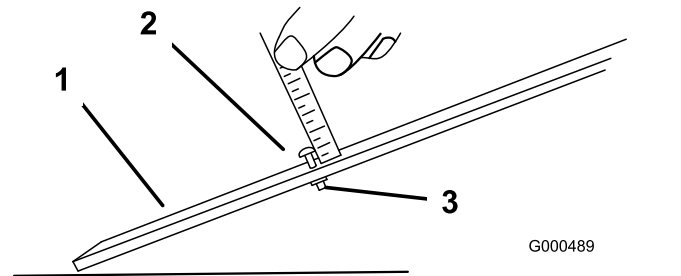

図 10
2. ゲージバーのナットをゆるめ、調整ねじを希望の刈り高に合わせる 図 10